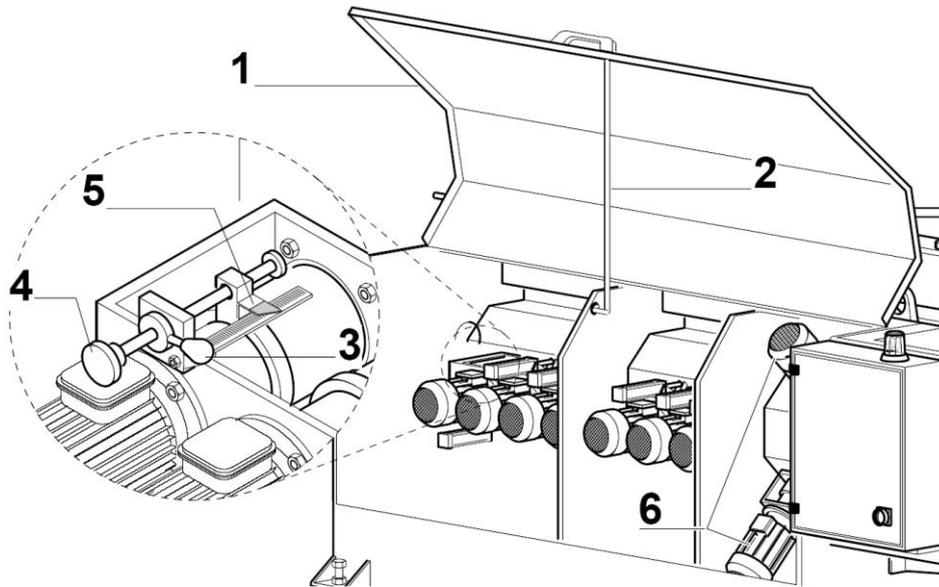

Fig. 26
**En ce cas, il faut travailler en réglant opportunément la battue qui limite la course haut du mandrin. Cette battue est accessible de la porte postérieure de la machine (Fig. 26/1).**